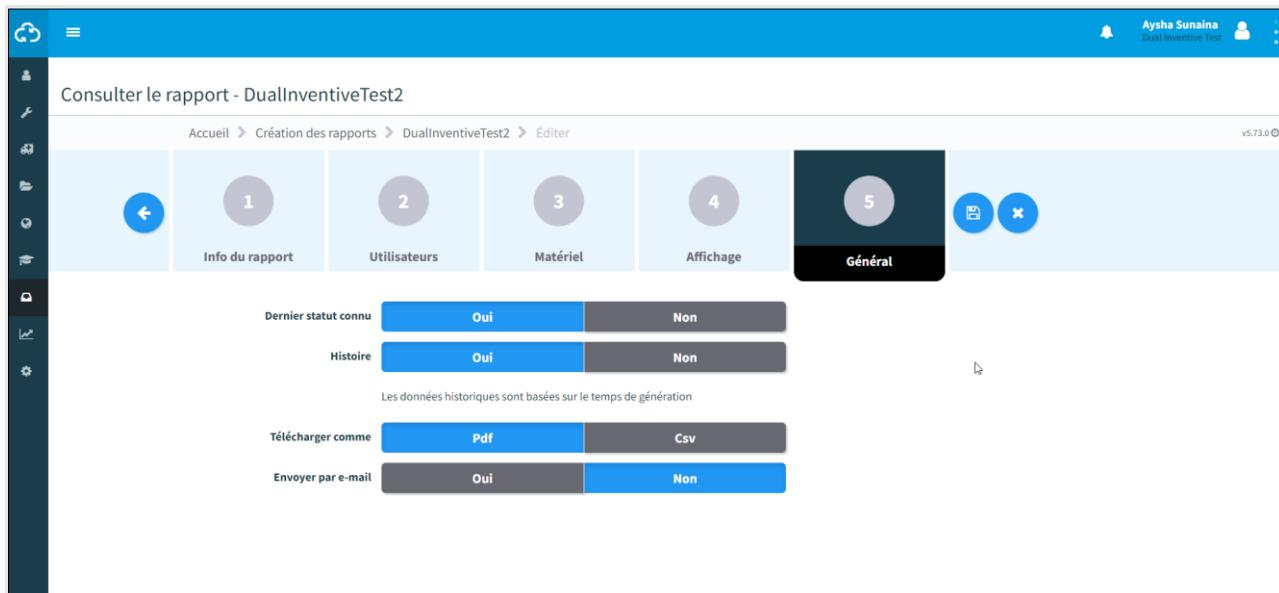

Figure 80 Consulter le rapport - général
- Étape 3 - Général (Figure 80).